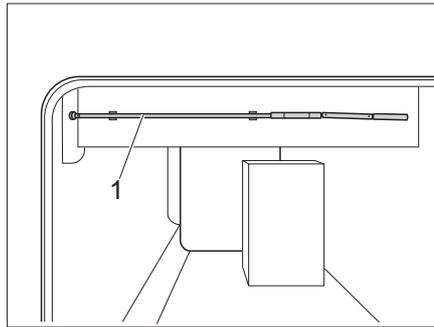

Bild 119 Kurbel zur Höhenverstellung
- Kurbel (Bild 119,1) aus der Halterung nehmen.